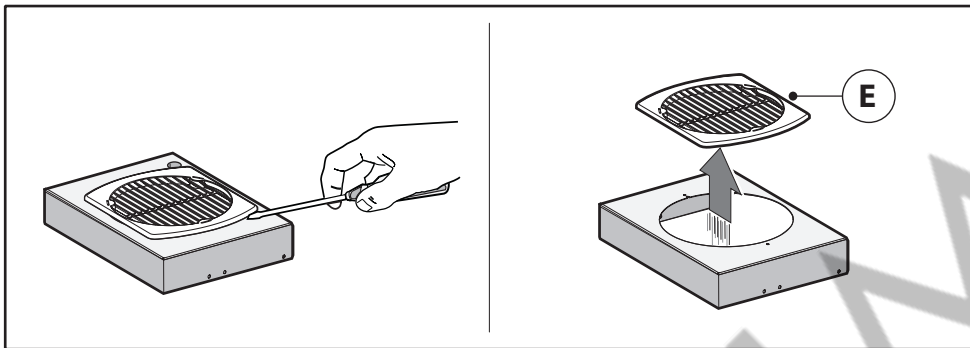

Fig.5
- Sganciare il cupolino **M** e togliere la griglia **E** (Fig.5).